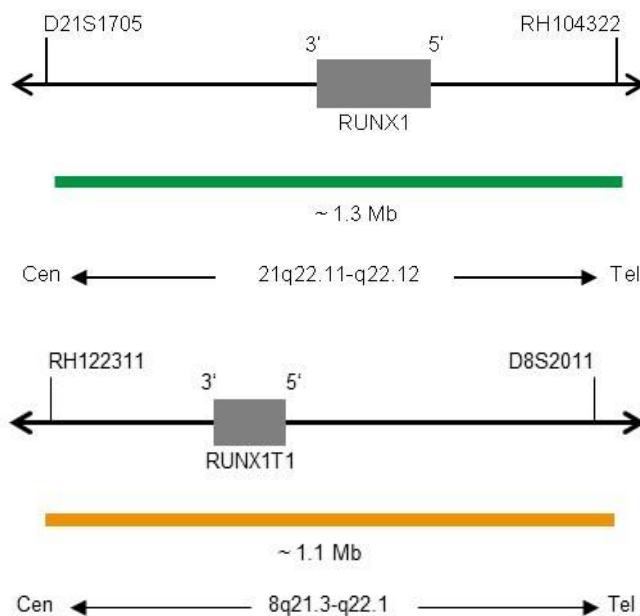

Fig. 1 Cima: SPEC RUNX1 Mapa da sonda; Baixo: SPEC RUNX1T1 Mapa da sonda (sem escala)
- Polinucleótidos (~12 ng/ μ l) com marcação ZyGreen (excitação 503 nm/emissão 528 nm), dirigidos ao mapeamento de sequências alvo em 21q22.11-q22.12* (chr21:35,530,283-36,855,548) contendo o gene RUNX1 (ver Fig. 1).
- Polinucleótidos (~6 ng/ μ l) com marcação ZyOrange (excitação 547 nm/emissão 572 nm), dirigidos ao mapeamento de sequências alvo em 8q21.3-q22.1* (chr8:92,632,490-93,746,043) contendo o gene RUNX1T1 (ver Fig. 1).